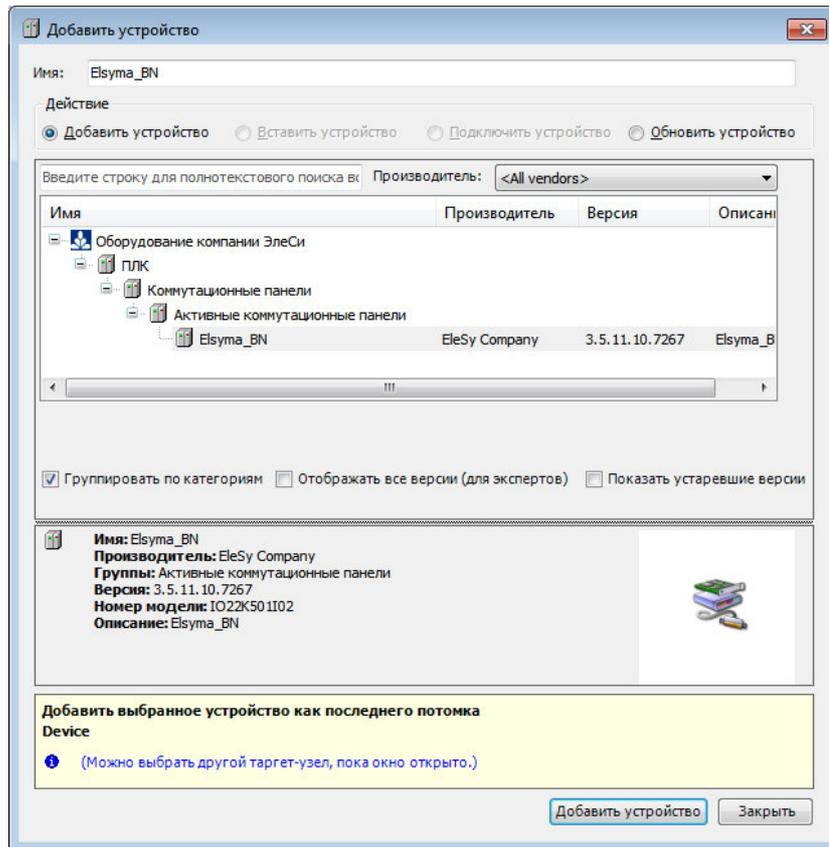

Рисунок 5.6 - Окно добавления устройств
2. В окне «**Добавить устройство...**» найти группу «**Устройство**». В поле **Производитель:** следует выбрать *EleSy Company* и выбрать устройство *Elsyma_BN* после чего нажать кнопку «**Добавить устройство...**» (рисунок 5.6).